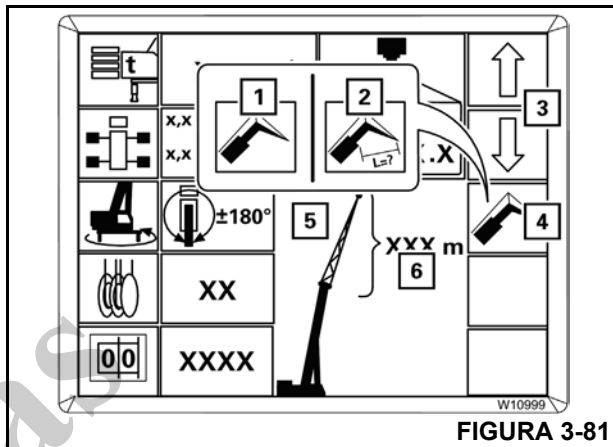

FIGURA 3-81
1. Pressione o botão (4) (Figura 3-81) repetidamente até que o símbolo da entrada necessária fique verde.